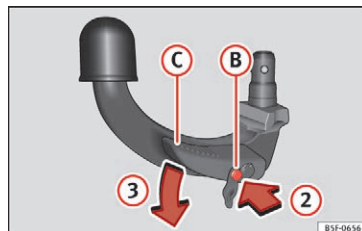

Fig. 227 Trin 2
- Tryk oplåsningsstiften ② i pilens retning ②, og tryk samtidig armen ③ helt i pilens retning ③ »» Fig. 227.